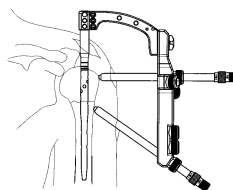

図 12
- 13) キャンセラス SW スリーブとキャンセラス SW ドリルスリーブを組み付け、TD スリーブガイドのつまみでスリーブを確実に固定します。(図 12)